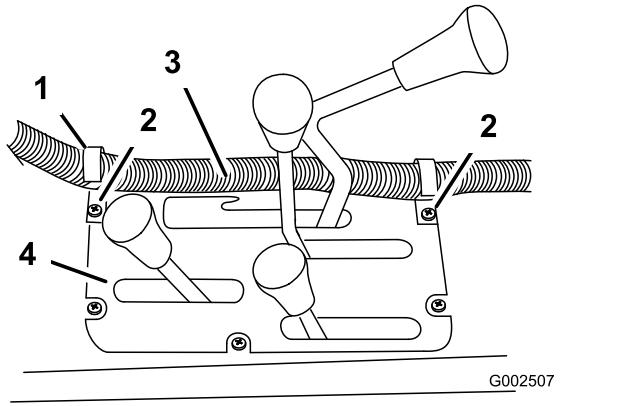
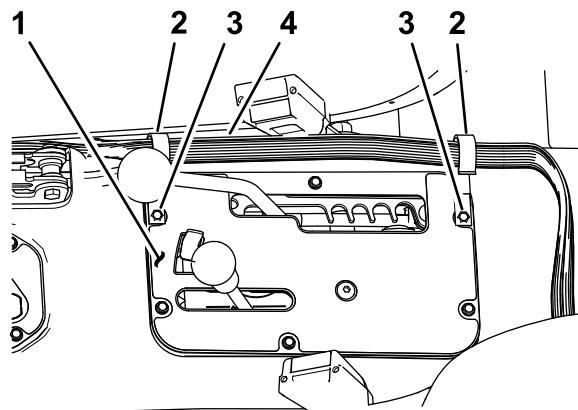

図 20
図 21
- 既存のねじを使って、センターコンソールの図20または図21に示す位置に、Jクリップ(2個)を取り付ける。